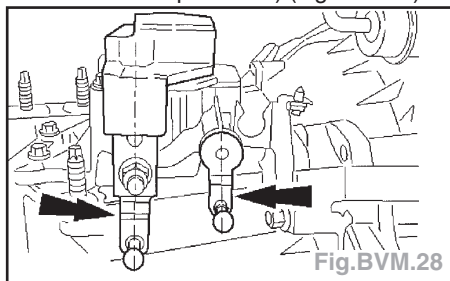

Fig.BVM.28
**Nota :** S'assurer que la boîte de vitesses est au point mort (câbles de chargement de vitesses non représentés) (Fig.BVM.28).